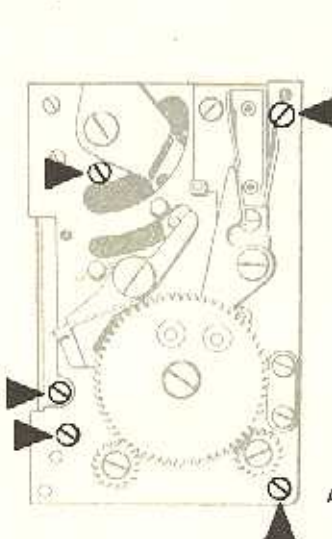

Abb. 2
- Sämtliche Befestigungsschrauben für die rechte Verschlussplatte (4 Stück) und für das Verschlussabdeckblech 370.03 U 14 (1 Stück) (s. Abb. 2) sowie für das Abdeckblech, rechts 370.03 – 24 (3 Stück) lösen und entfernen. Verschlussplatte abnehmen, dabei Verschlussabdeckblech nach hinten biegen.